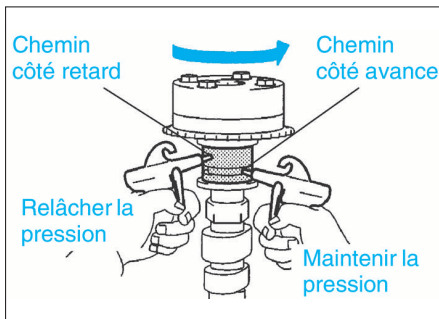

FIG. 33
- Souffler de l'air à environ 1,5 bar dans les deux chemins percés d'une ouverture (fig. 33).